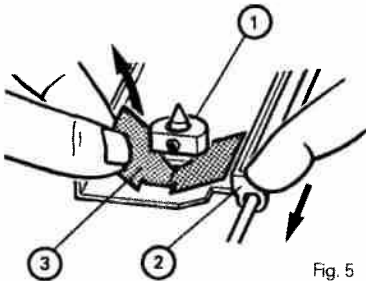

Fig. 5
1. Le carton de protection (3) qui protège et immobilise le mécanisme (2) de la tête d'enregistrement-lecture (figure 5).
- Déplacer vers le devant du lecteur le mécanisme (2) et retirer le carton de protection (3) (figure 5).
Nota : Ne pas mettre les doigts sur le support-centreur de micro-disquettes (1) (figure 5).